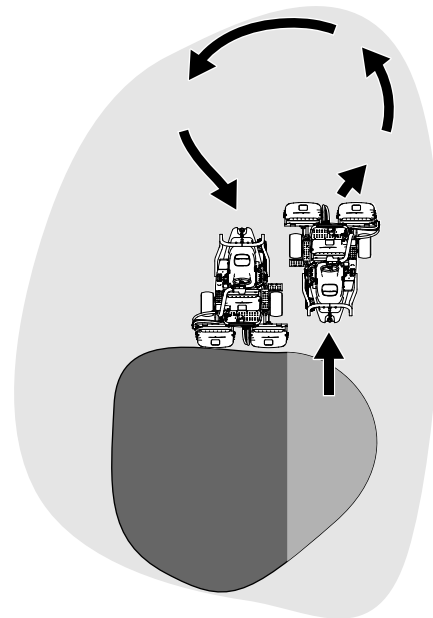

Figura 24
6. Para ganar tiempo y facilitar la alineación correcta para la pasada siguiente, gire la máquina momentáneamente en la dirección opuesta, y luego gire hacia la parte que todavía no está segada. Este movimiento forma un giro en forma de lágrima (Figura 24), que permite alinear la máquina rápidamente para la pasada siguiente.